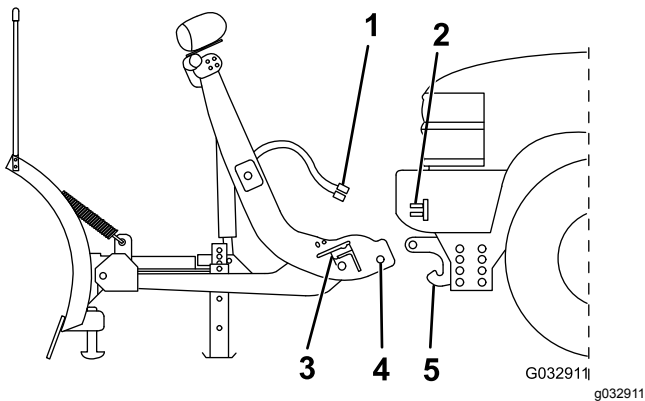

Bild 33
2. Fluchten Sie das Fahrzeug mit dem Schneeschild aus und fahren Sie langsam vorwärts, bis der untere Stift die Stiftaufnahme der Druckstange berührt (Bild 33).
des Schneeschilds am Fahrzeugkabelbaum an (Bild 33).